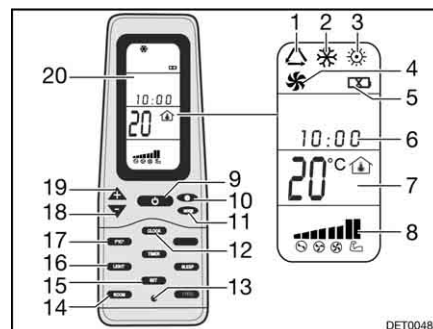

Bild 136 Fernbedienung
- Die Taste ON/OFF (Bild 136,9) drücken.
- Die Taste "Mode" (Bild 136,11) so oft drücken, bis die gewünschte Betriebsart (Bild 136,1, 2, 3 oder 4) auf dem Display (Bild 136,20) angezeigt wird.
- Mit den Tasten "+" (Bild 136,19) und "-" (Bild 136,18) die gewünschte Temperatur einstellen.
- Mit der Taste Lüftergeschwindigkeit (Bild 136,10) die gewünschte Lüfterstufe wählen.